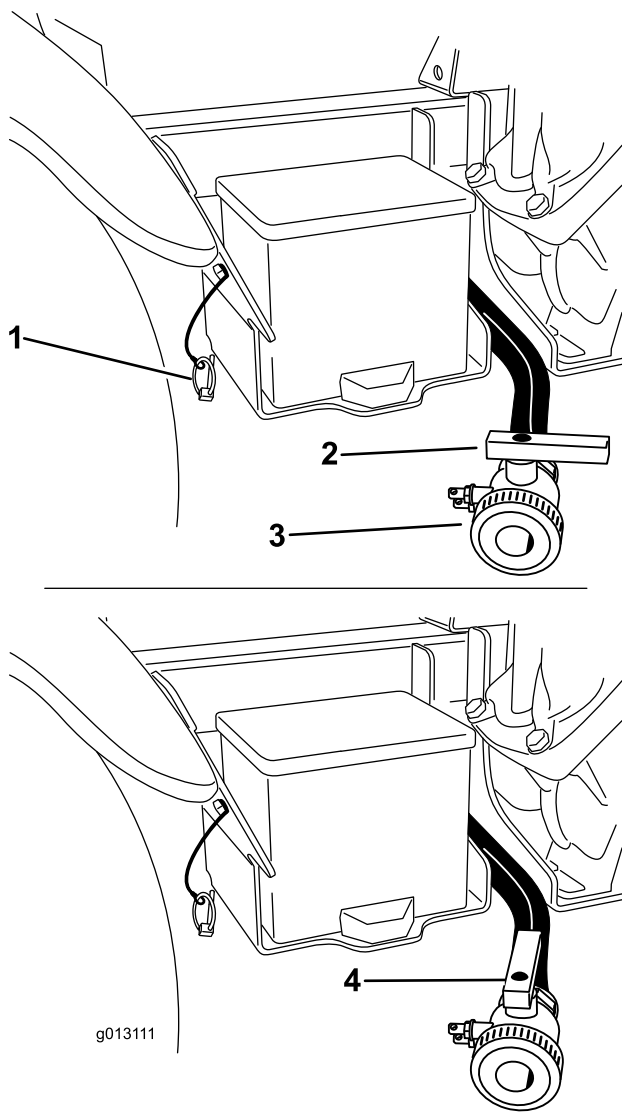

**Figura 27**
2. La valvola di spurgo del serbatoio è situata sul lato destro della macchina (Figura 27). La valvola è sulla staffa del parafango accanto alla batteria.